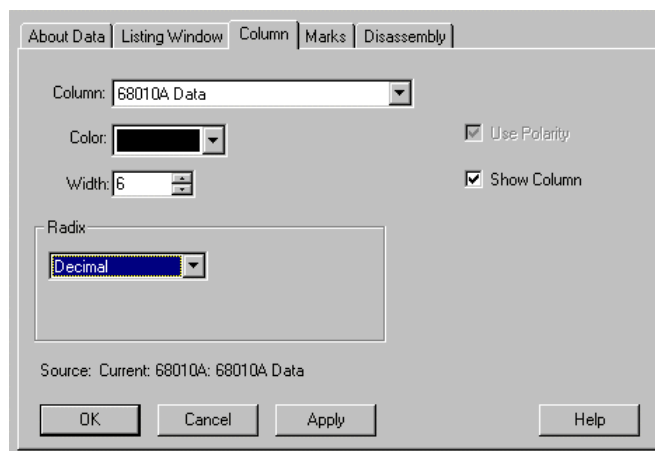

図 F-18 : リスティング・ビューの[Properties]-[Column]タブ
- [Data_16]グループ (図 F-17 の例では [Data]グループ) の基数を 10 進で表示する場合には、[Data_16]グループをダブル・クリックして、図 F-18 の[Properties]-[Column]タブを開きます。